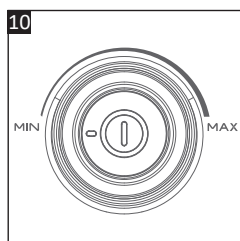

Fig. 10
- Rotiți selectorul de viteză (13) pentru a regla puterea de aspirație în funcție de tipul de suprafață care trebuie curățată (Fig. 10).